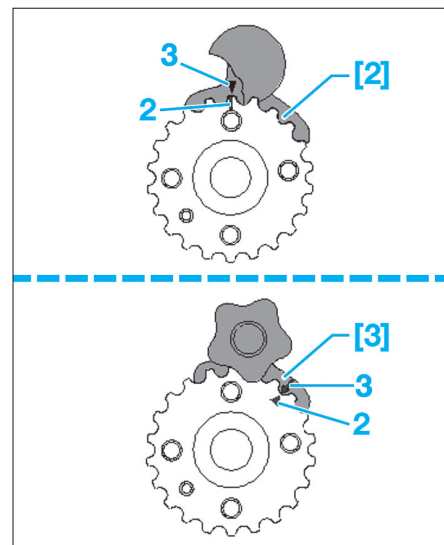

Fig. 22
- [2]. Outil de blocage de vilebrequin (ref. T10050) (Fig.22).
- [3]. Outil de blocage de vilebrequin (ref. T10100) (Fig.22).
- Mettre en place l'outil [2] ou [3] sur le pignon de vilebrequin (Fig.22). Les repères (2) et (3) doivent alors être face à face.